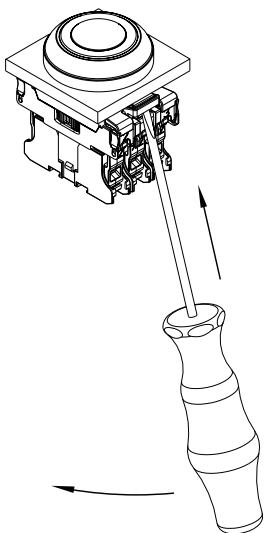

図 14
1. 接点キャリアーの取り付けフランジからの取り外し(図14参照):